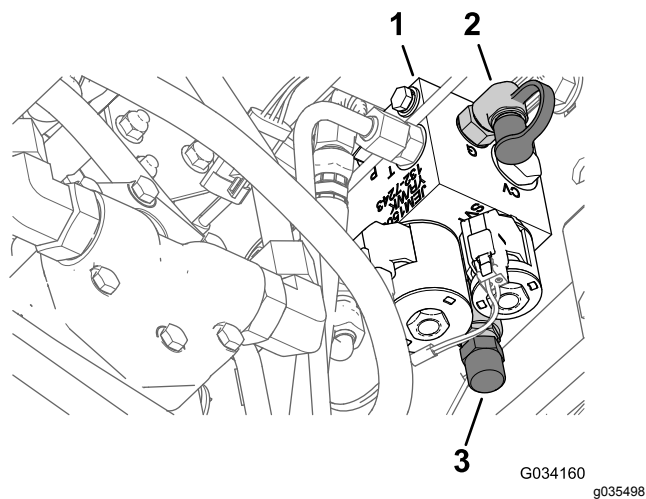

Figure 14
3. Raccordez un manomètre à la prise d'essai derrière le collecteur de levage (Figure 14).
4. Sur l'avant du collecteur de levage, déposez le bouchon du tiroir de transfert de poids (Figure 14).
5. Desserrez l'écrou de blocage au bas du tiroir de transfert de poids (Figure 14).